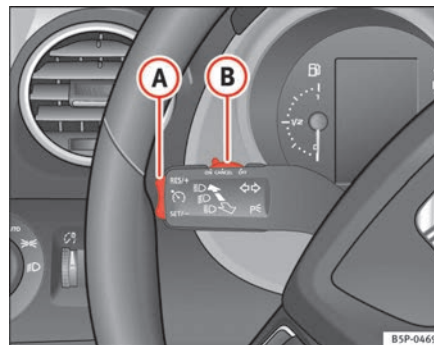

Abb. 148 Blinker- und Fernlichthebel: Schalter und Wippe für die Geschwindigkeitsregelanlage
- Schieben Sie den Schalter ⇒ Abb. 148 **(A)** nach links auf **ON**.